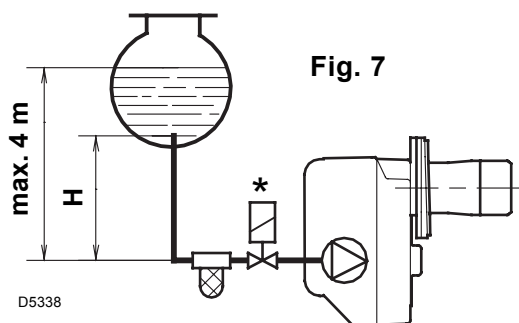
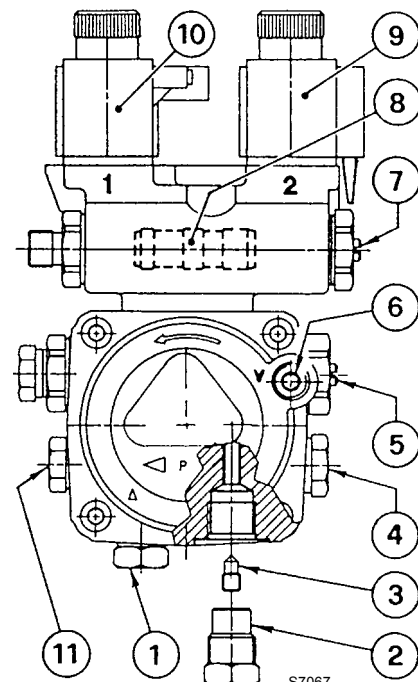

Fig. 7
Fig. 8
- La pompa è predisposta per funzionamento bitubo. Per il funzionamento monotubo è necessario svitare il tappo di ritorno (2), togliere la vite di by-pass (3) e quindi riavvitare il tappo (2), (vedi fig. 8).
Nell'impianto di fig. 7 è sufficiente allentare l'attacco del vacuometro (6, fig. 8) ed attendere la fuoriuscita del combustibile.